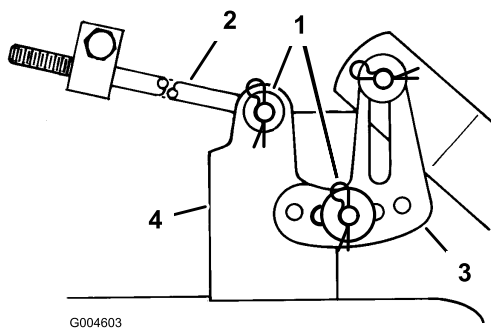

Bild 42
15. Entfernen Sie den Splint und die Scheibe von der Nivellierhalterung oben am Mähwerk (Bild 42).
17. Entfernen Sie den Splint und die Scheibe vom Ende der langen Stange (Bild 42). Schieben Sie die Stange aus der Mähwerkhalterung heraus. Wiederholen Sie diesen Schritt an der anderen Mähwerkseite.
13. Schieben Sie das Ende der langen Stange durch das Loch in der Mähwerkbefestigung (Bild 42).
15. Montieren Sie die geschlitzte Mähwerknivellierhalterung am Stift am Schnitthöhenarm (Bild 42).